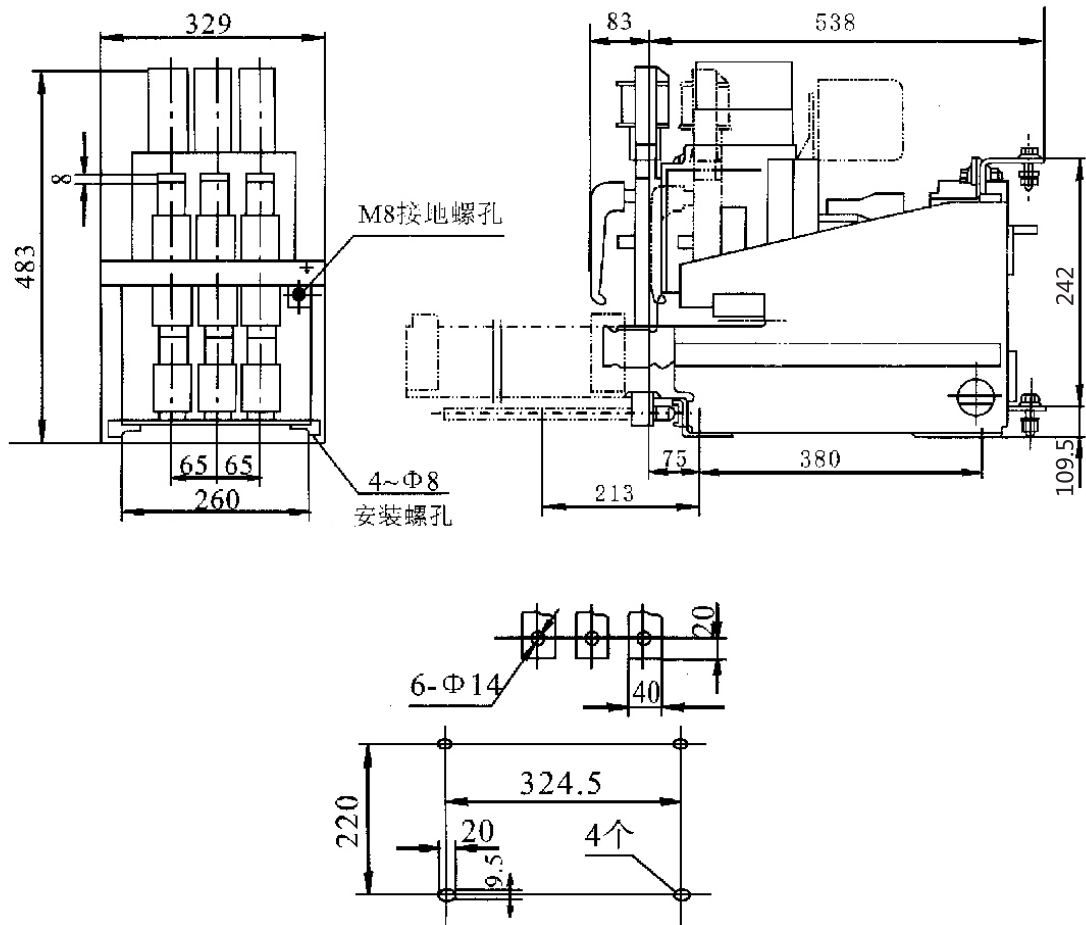

图15 DW15C、DWX15C抽屉式断路器安装尺寸及外形尺寸
6.3 DW15C抽屉式断路器、DWX15C抽屉式限流断路器 安装尺寸及外形尺寸见图15。